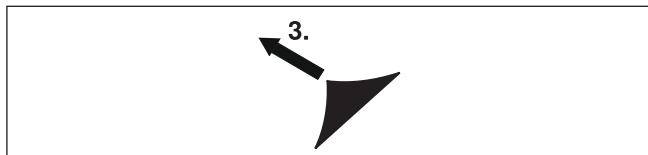

Abb. 5 Etikett abziehen
- Ziehen Sie das Hinweistikett ab, damit das Solarpanel mit Sonnenenergie versorgt werden kann (Abb. 5).